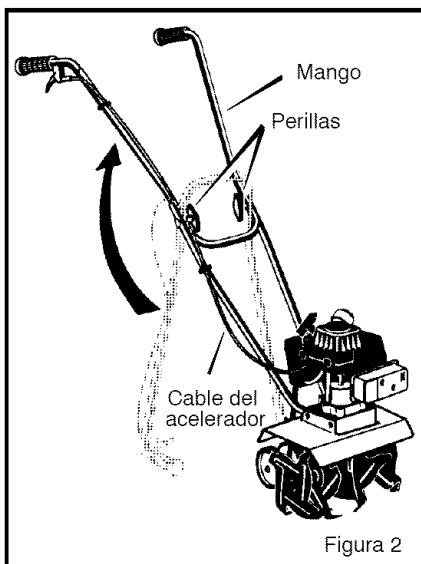

Figura 2
1. Afloje las **perillas** (vea la Figura 2). Incline la cultivadora hacia adelante, gire y levante el **mango superior** a la posición vertical. Asegúrese de que el **cable del acelerador** no quede atrapado entre los mangos.